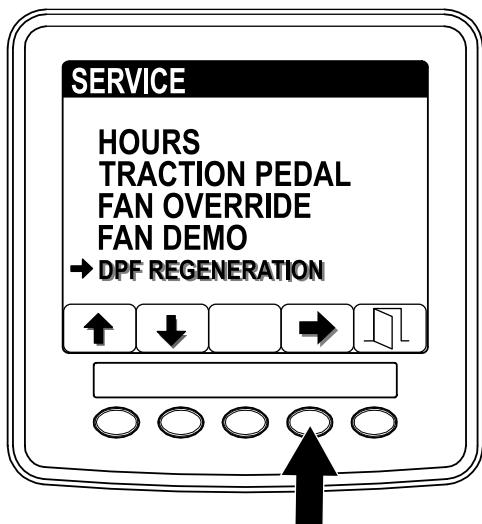

Рисунок 33
- Перейдите к меню Service (Техобслуживание) и нажмите кнопку 1 или 2 для прокрутки к опции DPF REGENERATION (РЕГЕНЕРАЦИЯ DPF) (Рисунок 33).
- Нажмите кнопку 4 для выбора позиции DPF Regeneration (Регенерация DPF) (Рисунок 33).